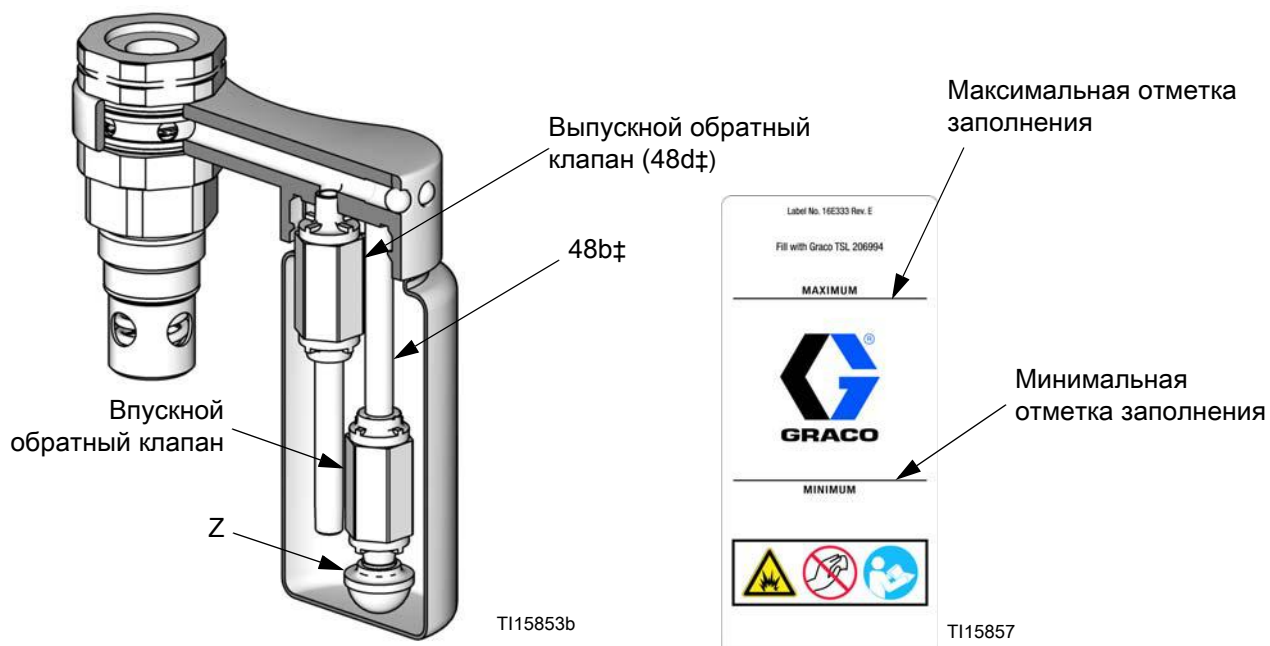

Рис. 1. Вид в разрезе резервуара для уплотнительной жидкости горловины (TSL) и отметки заполнения
3. Очистите экран (Z) впускного обратного клапана (48с†). Если обратные клапаны не закрываются герметично и загрязненная уплотнительная жидкость горловины (TSL) попадает в смачиваемую чашку, замените обратные клапаны (48с, 48d). См. Рис. 1.
ПРИМЕЧАНИЕ. Для того чтобы заменить обратные клапаны в емкости с уплотнительной жидкостью горловины (TSL), закажите комплект для ремонта обратных клапанов 24F404. Части комплекта отмечены символом, например (48b‡). Для того чтобы заменить только емкость, закажите комплект для замены емкости 24F405. Части комплекта отмечены символом, например (48e*). В состав комплекта входят 5 емкостей и 5 наклеек. См. Рис. 1, Рис. 4 и Рис. 5.